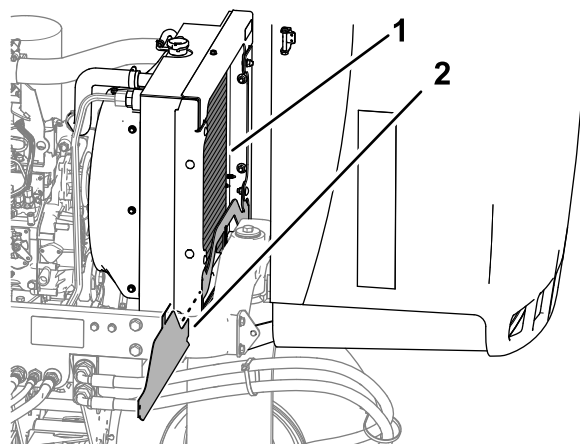

Figura 78
5. Pulite accuratamente con acqua o aria compressa entrambi i lati dell'area del radiatore (Figura 78).
4. Rimuovete il carter del radiatore inferiore (Figura 78).